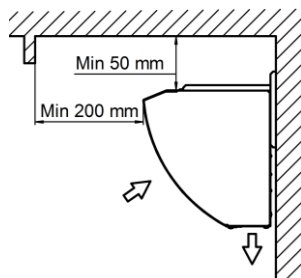

рисунок 1 Відстань до оточуючих поверхонь
- строго витримуйте (не зменшуйте) вказані мінімальні відстані від корпусу завіси до найближчих оточуючих поверхонь (рисунок 1).
При установці суворо дотримуйтеся (не зменшуйте) вказані мінімальні відстані від корпусу до найближчих обмежуючих поверхонь (рисунок 1).